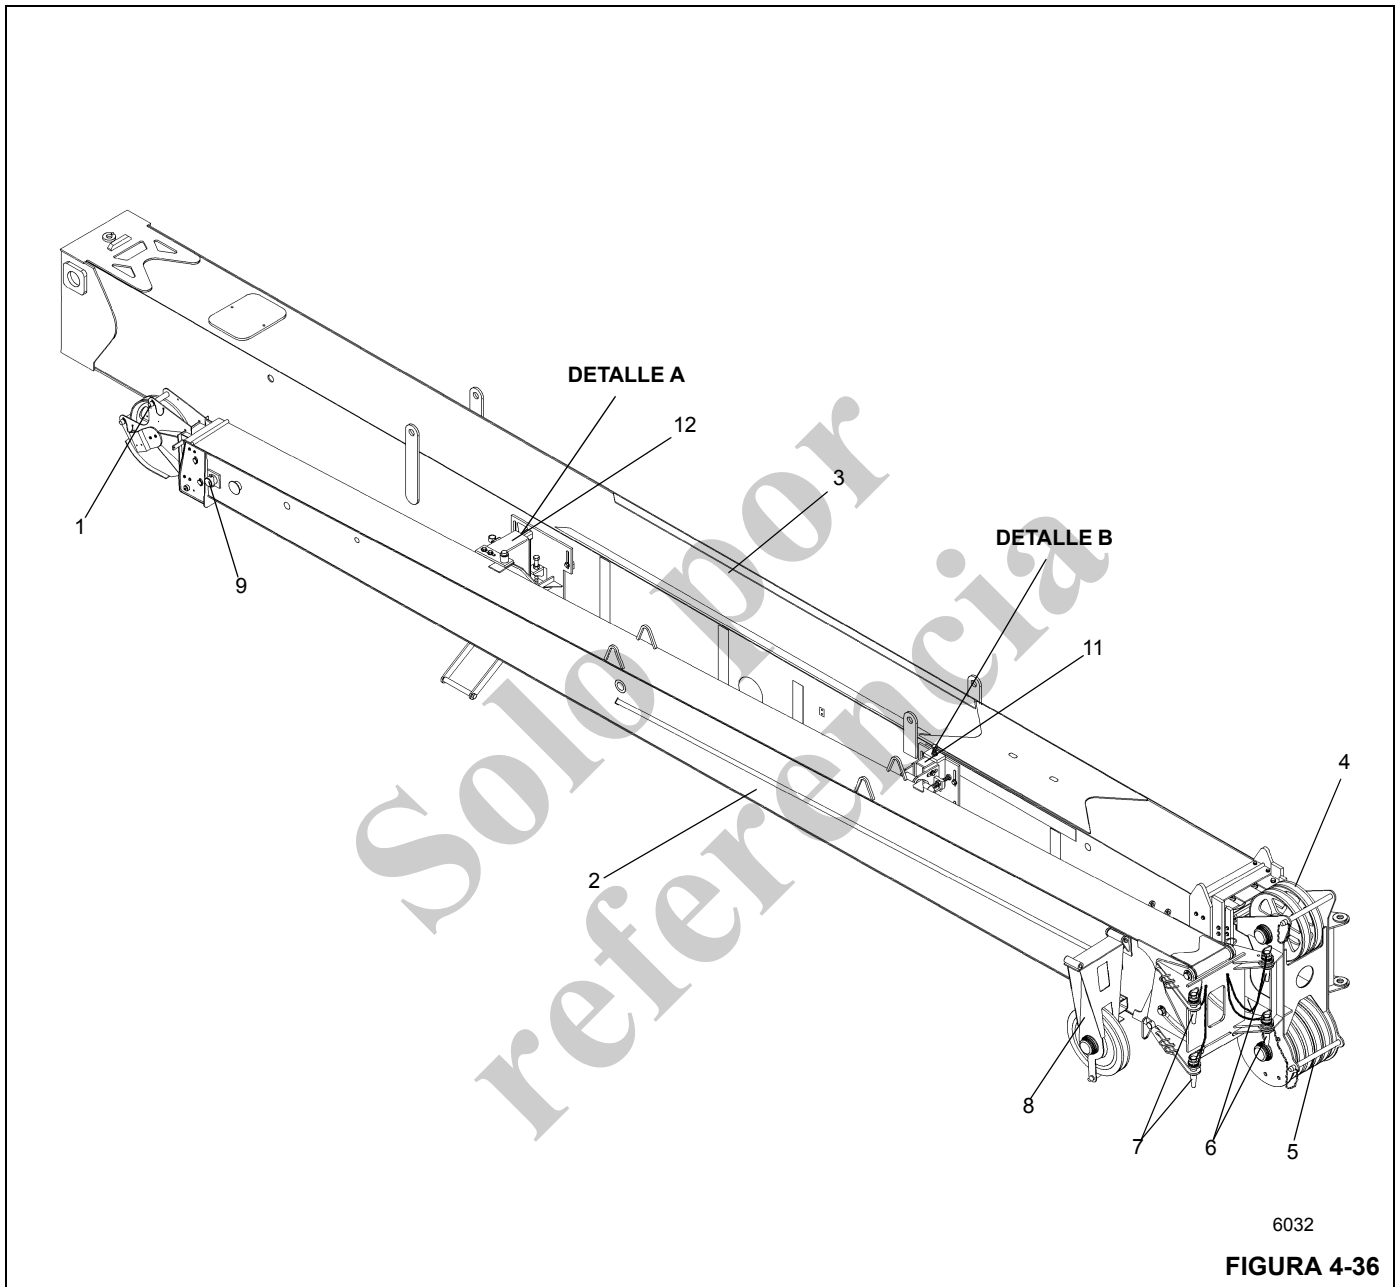

FIGURA 4-36
4. En la escuadra de almacenamiento trasera, saque el pasador de retención que fija el soporte deslizante en la posición HACIA DENTRO (Figura 4-36). Tire de la manija hacia fuera para alejar la extensión articulada de la parte trasera de la pluma y engranar los adaptadores de anclaje de la extensión articulada con las orejetas de fijación de la punta de la pluma. Instale el pasador de retención que fija el soporte deslizante en la posición HACIA FUERA.